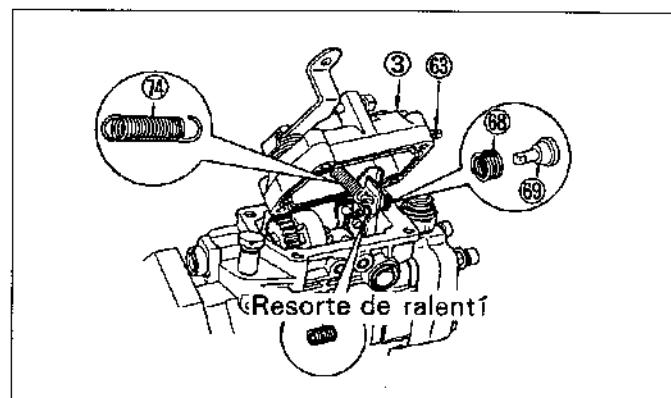

Figura.12-2 Extracción de la cubierta del regulador (Regulador de todas velocidades)
(1) Regulador de todas velocidades
Afloje el tornillo de ajuste de carga completa ⑩, luego extraiga los ocho tornillos de retención de la cubierta. Desenganche el resorte de control del asiento de resorte del regulador, teniendo cuidado de no aflojar el resorte del amortiguador ⑪. (Vea la figura.12-2)
(2) Regulador tipo mín./máx.